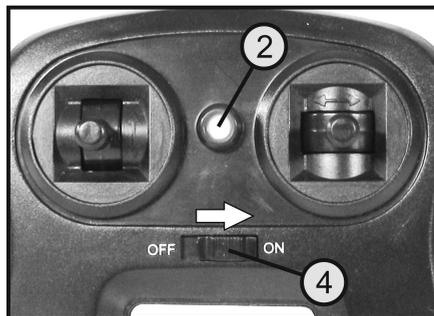

Figure 4
Lorsque l'alimentation électrique ne suffit plus au bon fonctionnement de l'émetteur, l'indicateur LED (voir figure 4, pos. 2) se met à clignoter lentement.